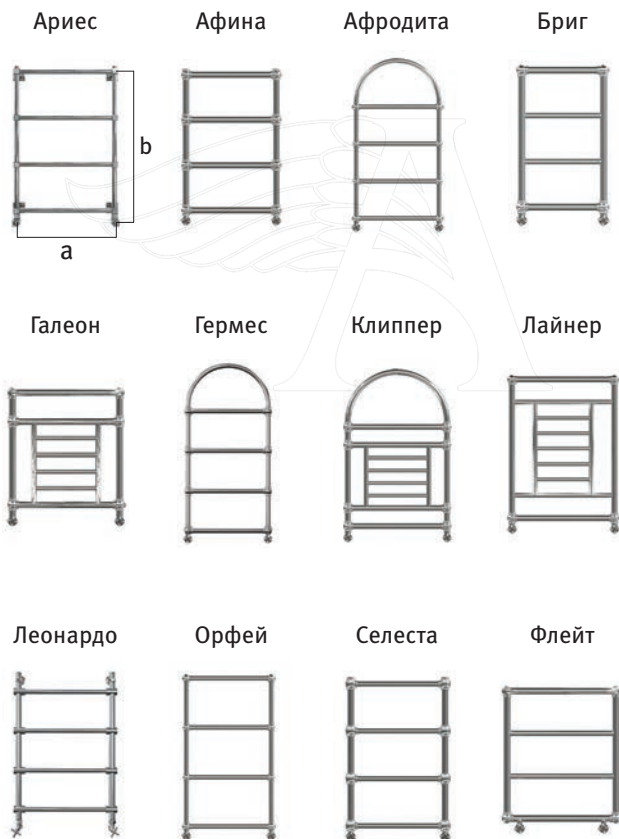

Рис. 1
- 1.4. Внешний вид полотенцесушителей изображен на *Рис.1*.